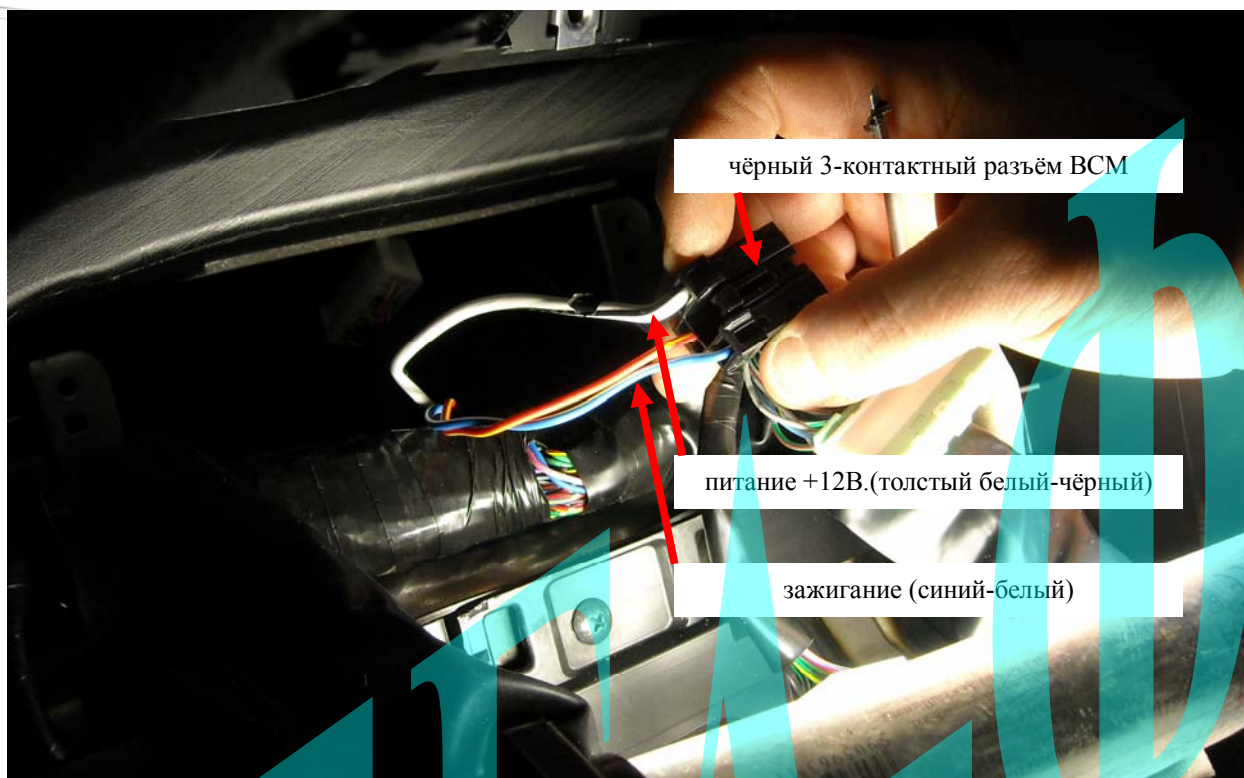

Рис. 6: Подключение +12В и зажигания.
В качестве источника +12В возможно использование толстого бело-чёрного провода черного 3-контактного разъема блока BCM. К этому проводу подключаем красный провод разъема CN1 системы Scher-Khan Magicar 6 (B) через предохранитель 5А (входит в комплект). Здесь же можно подключить провод контроля зажигания (синий-белый). К нему подключаем зелёный провод «зажигания» разъема CN3 системы Scher-Khan Magicar 6 (B). См. рис. 6.